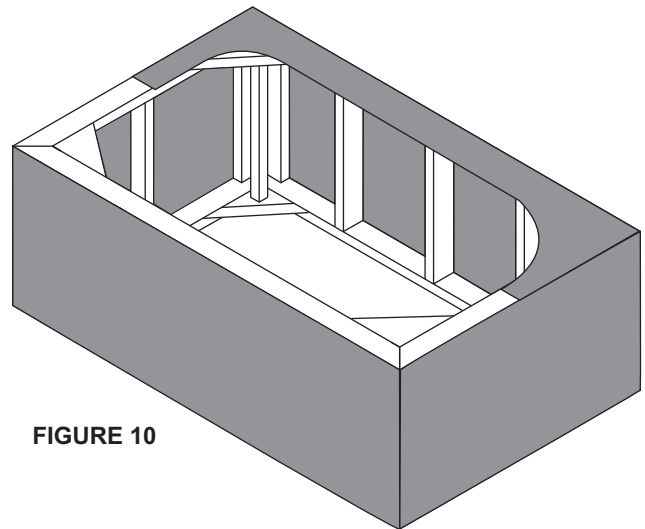

FIGURE 10
- Fixer une moitié du panneau à la structure, comme illustré par la figure 10.